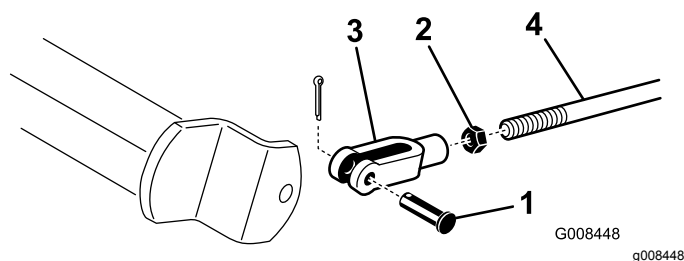

Figura 44
- A. Desconecte las varillas de los frenos retirando el pasador y la chaveta (Figura 44).
- B. Afloje la contratuerca y ajuste la horquilla (Figura 44).
- C. Monte la horquilla en el eje del freno (Figura 44).